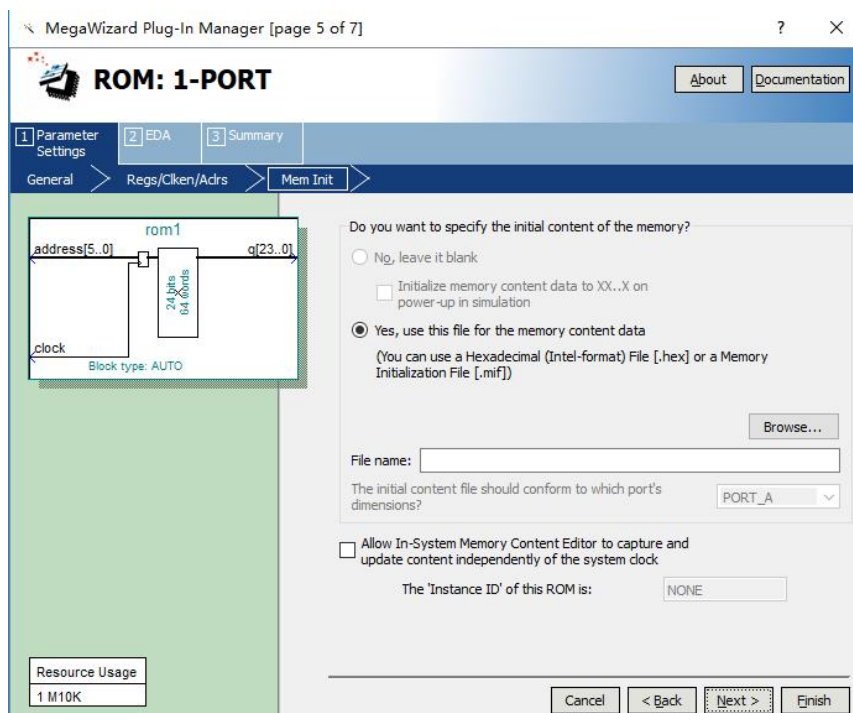

图 7 调入 ROM 初始化数据文件并选择在系统读写功能
(3) 单击 Next 按钮后出现图 7 的界面
在图7的“Do you want to...”栏选择打勾“yes, use this file for the memory content data”项，并按“Browse”钮，选择指定路径上的文件 sdata.hex。
最后点击图 7 的 Next 按钮，再点击 Finish 钮后完成 ROM 定制。